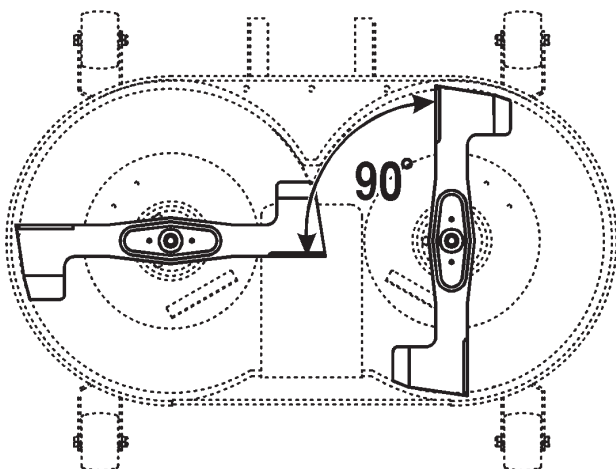

Figure 38
2. Placez les lames à 90° l'une de l'autre (Fig. 38).